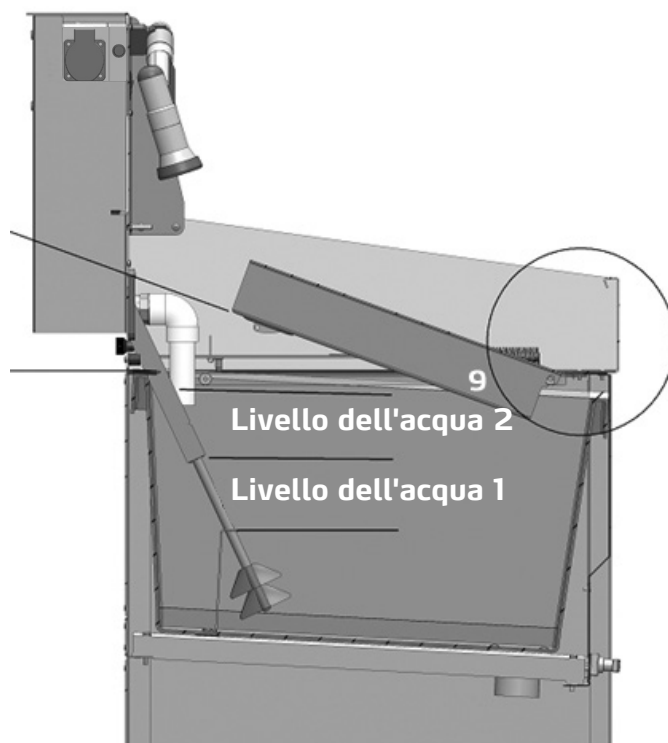

Fig. 4
- Pulire rulli nel bacino di prelavaggio per rulli (articoli compresi nella fornitura del ColorFree top Set) (9) Fig. 4
Prima che l'acqua di lavaggio può essere trattata nel corso dell'operazione, deve esservi un livello d'acqua minimo (livello d'acqua 1) Fig. 4.
Si veda Fig. 4 - Il bacino va sospeso tramite il rispettivo gancio (9), in modo obliquo, ad un angolo di circa 20°, sul perno di supporto.